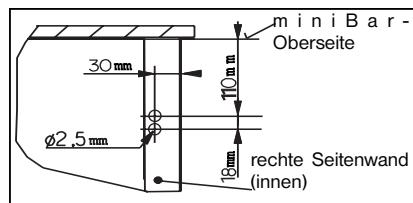

Abbildung 9.
1. Befestigen Sie das Kabel mit der Halteschlaufe (A) an der Seitenwand auf der Scharnierseite. Bohren Sie dazu Löcher entsprechend der Abbildung 9.